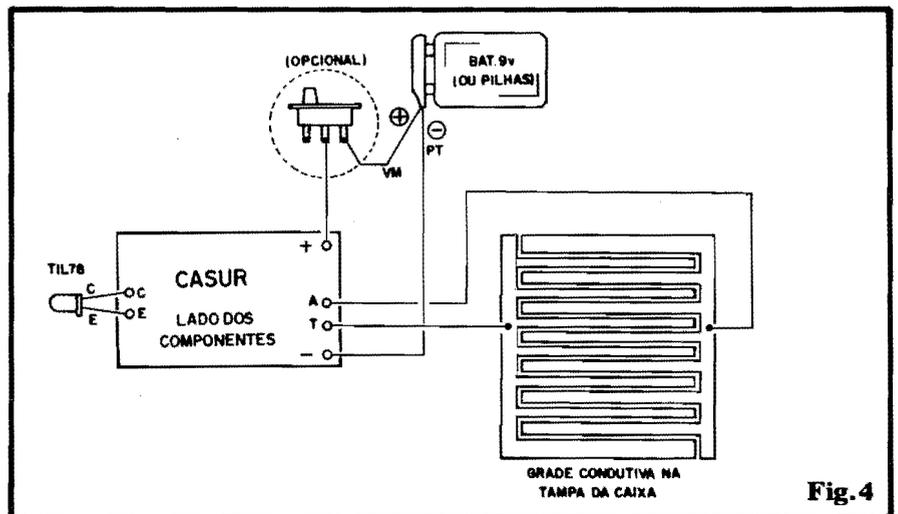

Fig. 4
- FIG. 4 - CONEXÕES EXTERNAS À PLACA - Antes de iniciar as ligações externas ao Circuito Impresso, é bom identificar corretamente suas ilhas periféricas (comparar com a figura anterior), todas elas codificadas para evitar erros ou confusões... O diagrama mostra a placa pelo lado não cobreado... Observar as ligações da alimentação, bem como a codificação de polaridade e das cores dos fios provenientes do "clip" da bateria (ou do suporte de pilhas). Notem que o interruptor geral (opcional) deve ser intercalado no fio do **positivo** (vermelho). Verificar bem as ligações do foto-transistor TIL78, com sua "perna mais curta" (terminal de coletor, saindo da base do componente junto ao seu lado que apresenta um pequeno chanfro...) ligada ao ponto "C" da placa (o "outro" terminal, obviamente ligado ao ponto "E"...). Finalmente, observar com muita atenção as conexões das saídas de alta Tensão, presentes nos furos "A-T", e que deverão ser levadas, por fios flexíveis, no adequado comprimento, aos dois "polos" da grade condutiva a ser aplicada sobre a tampa da caixa...
TIL78...). Em 5-B vemos uma sugestão prática (já abordada...) para o acabamento e instalação da grade condutiva à tampa da caixa... Observem que, no exemplo, a caixa como um todo deve ser feita de material isolante (madeira ou plástico), sendo que apenas na tampa (tanto em sua parte superior, quanto nas laterais...) devem ser coladas as áreas metalizadas para a saída da alta Tensão (eletricamente ligadas aos pontos "A" e "T" da placa, conforme indica a fig. 4. **UM ALERTA:** sob nenhuma hipótese pode haver contato elétrico estabelecido entre os tais pontos "A" e "T", já que nesse caso, além da alta Tensão não atingir a pessoa que abre a caixa, podem ocorrer danos ao próprio circuito... Em qualquer caso, o único "caminho" aceitável para a tal Tensão é A PRÓPRIA MÃO DE QUEM ABRE A TAMPA! Finalmente, em 5-C temos outra sugestão, agora partindo de uma caixa totalmente metálica, na qual, porém, tampa e "corpo" são eletricamente isolados, eventualmente através de dobradiças plásticas, e de um "encosto" de plástico ou borracha, "separando" eletricamente o "corpo" da tampa... Nesse caso, "corpo" e tampa devem, individualmente (e separadamente...) ser ligados aos terminais "A" e "T" da placa do circuito. Em todo e qualquer caso ou arranjo, é importante "calcular" bem os tamanhos, posições e a "ergonomia" do conjunto, de modo que forçosamente, ao abrir a tampa, a pessoa tenha que estabelecer - com a mão - contato elétrico com os dois "polos" dos terminais de alta Tensão, senão nada feito: não há "choque"...!